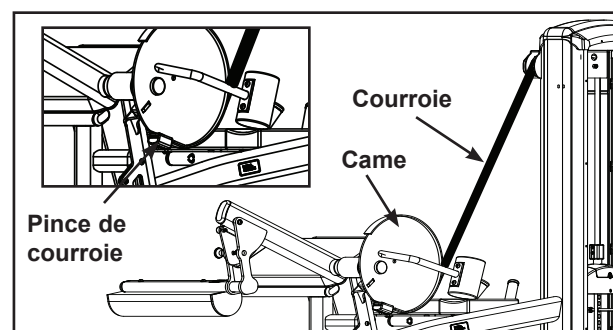

Figure 2
- B. Acheminez la courroie vers le bas et autour de la came. Voir figure 2.
- C. Faites glisser la courroie par l'encoche de la pince de courroie. Voir figure 2.